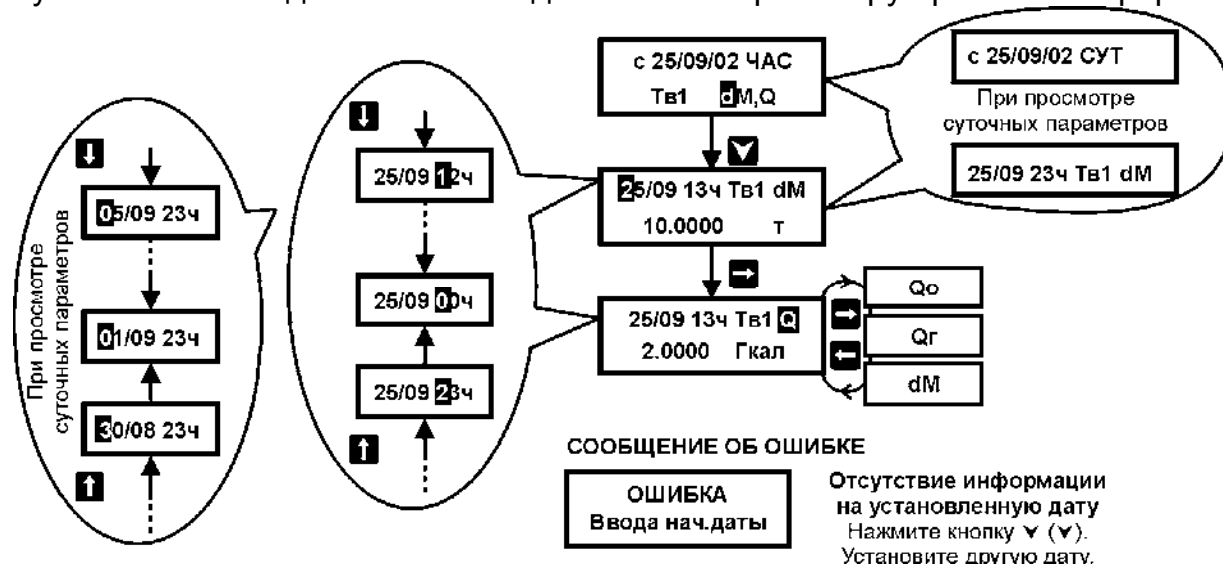
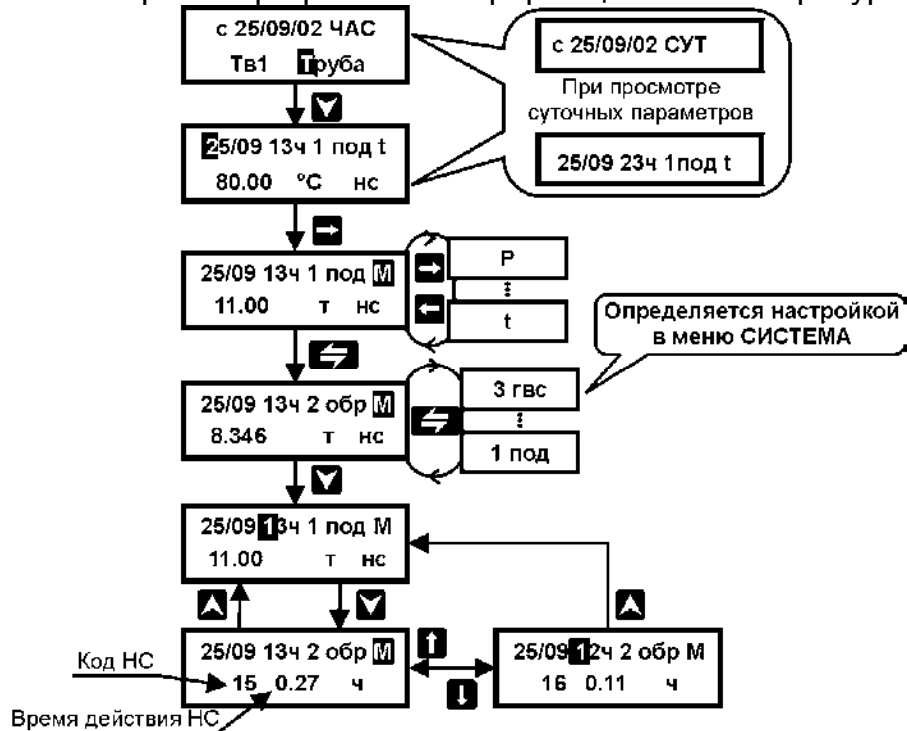

Рисунок 20 – Просмотр архивной информации по тепловому вводу
Рисунок 23 – Просмотр архивной информации по кодам и времени действия НС
В архиве прибора регистрируются коды НС по каждому измеряемому параметру теплоносителя и по дополнительным температурам, а также время их действия. Так как в течение интервала усреднения (час, сутки) могут быть зарегистрированы несколько кодов, то факт их наличия отображается в правом нижнем углу дисплея буквами «НС». При необходимости коды и время их действия за интервал усреднения могут быть просмотрены пользователем прибора. Просмотр информации по НС возможен только по каждому трубопроводу отдельно (см. рисунок 23).
Суточный архив содержит дополнительную информацию о количестве часов в конкретных сутках, когда прибором производились вычисления параметров теплоносителя и тепловой энергии (см. рисунок 20). Количество часов может быть не равно 24 (23 по дисплею) в случае работы прибора неполные сутки (дата сброса и текущие сутки).
3. Войдя нажатием кнопки  в меню 3–его уровня (рисунок 20, 21 или 22), последовательным нажатием кнопок  () ,  () и  при необходимости (рисунок 23) просмотреть требуемую информацию;